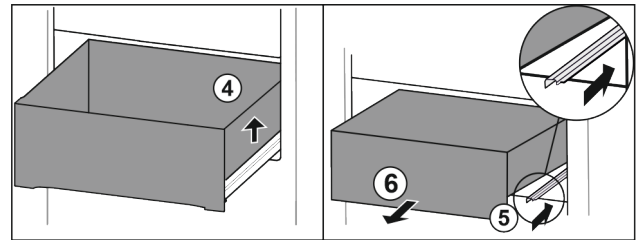

Fig. 87
- Schubfach rechts anheben. Fig. 87 (4)
- Rechte Schiene einschieben. Fig. 87 (5)
- Schubfach nach vorne entnehmen. Fig. 87 (6)